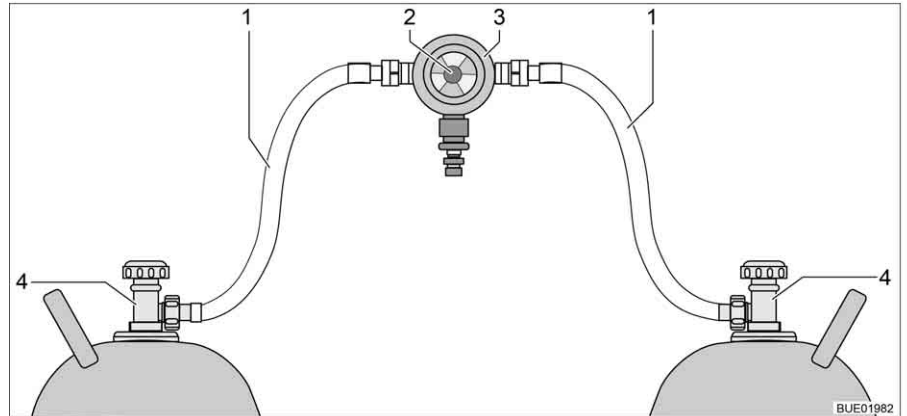
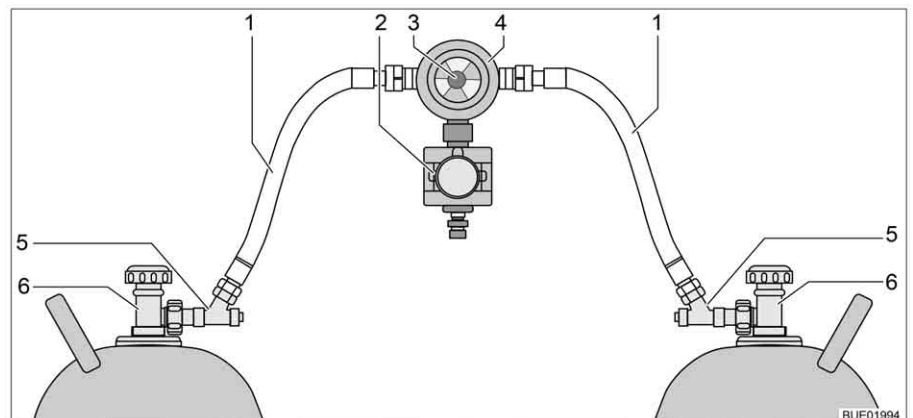

Bild 158 Omkopplingsenhet för gasflaskor
Bild 159 Omkopplingsenhet för gasflaskor med CPU
Omkopplingsenheten för gasflaskorna består av en kombinerad gastrycksregulator med omkopplingsventil och visning (Bild 158,3). Omkopplingsenheten för gasflaskor är monterad mellan de två gasslangarna (Bild 158,1).
Omkopplingsenheten för gasflaskorna består av en kombinerad gastrycksregulator med omkopplingsventil och visning (Bild 159,4) och en elektroventil (Bild 159,2). Elektroventilen spärrar vid kraftig bromsning, olycksfall eller kraftig lutning, av gastillförseln till fordonet. Omkopplingsenheten för gasflaskor är monterad mellan de två gasslangarna (Bild 159,1) med slangbrotts-säkringar (Bild 159,5).
Med vredet (Bild 158,2 resp. Bild 159,3) på omkopplingsenheten, ställer du in vilken av gasflaskorna som ska användas som driftflaska och vilken gasflaska ska användas som reservflaska.
Med kontrollenheten (Bild 160) kan endast de elektriska funktionerna styras. Gasflaskornas huvudavstängningsventiler (Bild 158,4 resp. Bild 159,6) måste öppnas eller stängas för hand.
- Öppna huvudavstängningsventilerna på gasflaskorna (Bild 158,4 resp. Bild 159,6).
- Tryck in slangbrottssäkringarna (Bild 159,5) i 10 sekunder, efter varandra.
- Välj med vredet (Bild 158,2 resp. Bild 159,3) på omkopplingsenheten, gasflaskan som ska prioriteras (driftflaska).
- Stäng huvudavstängningsventilerna på gasflaskorna (Bild 158,4 resp. Bild 159,6).